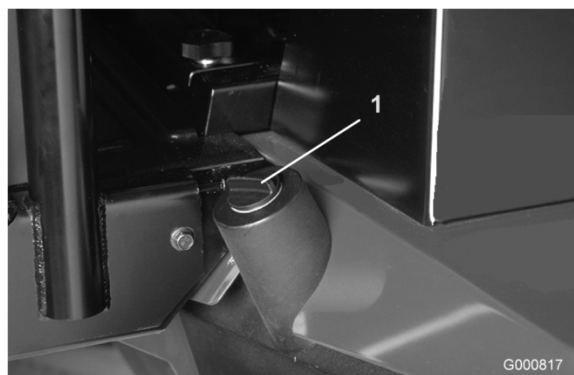

Figura 22
2. Limpie alrededor del cuello de llenado y el tapón del depósito de aceite hidráulico (Figura 22). Retire el tapón del cuello de llenado.